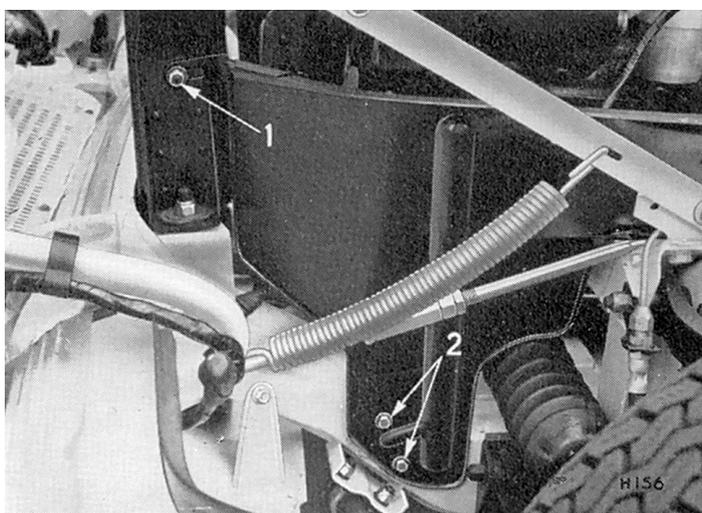

Fig. 23. Fixation avant des panneaux du compartiment moteur (Vitesse 6)
En se référant à la Fig. 23, retirer deux écrous Nylstop (1) (un de chaque côté) et rondelles retenant le panneau au radiateur et quatre vis (2) (deux de chaque côté) retenant le panneau au châssis.